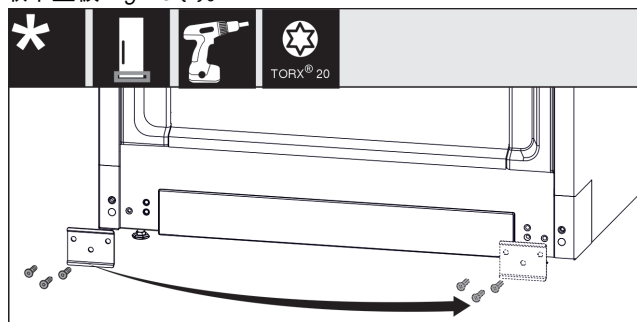

Fig. 19
- 拧下金属板 Fig. 19 (1)，将其移到另一侧，然后重新拧紧。